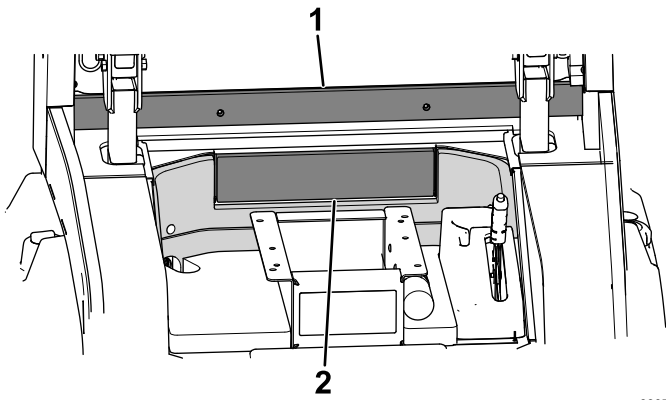

Bild 18
3. Entfernen Sie die Trägerfolie und bringen Sie die Dämmung in der Aussparung der Spritzwand an (**Bild 18**).
4. Entfernen Sie die Trägerfolie und bringen Sie die Dämmung für das hintere Fenster an (**Bild 18**).